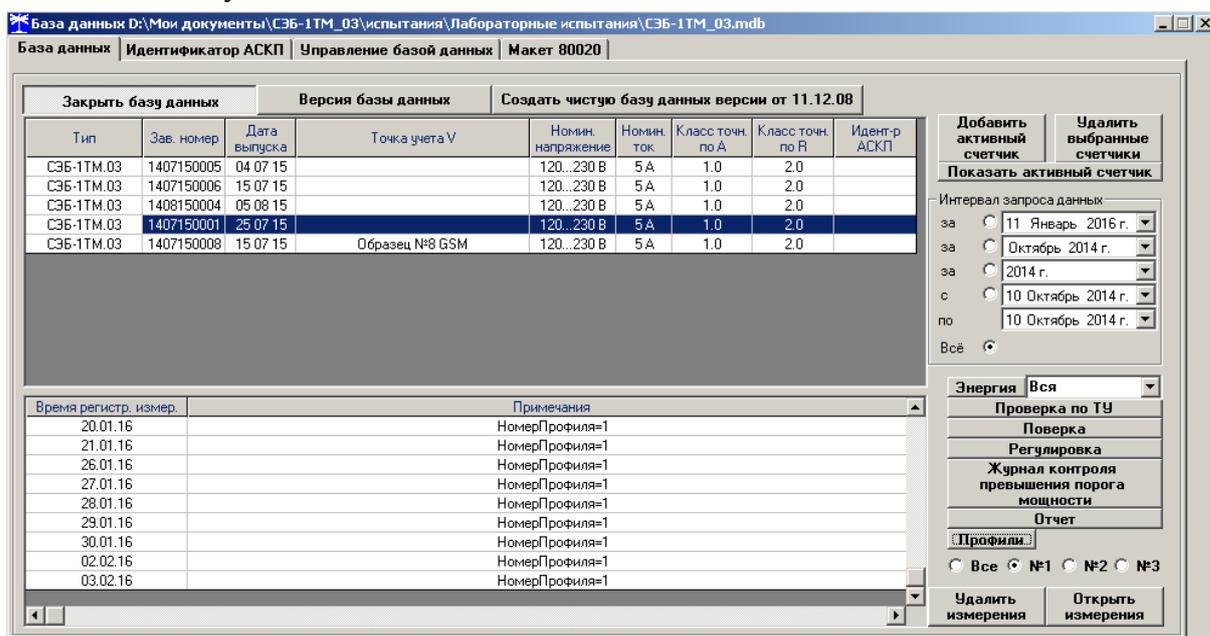

Рисунок 18 – Форма «База данных»
14.14 Для визуализации сохраненного в базе данных 1-го (базового) массива профиля мощности нужно нажать кнопку «Открыть базу данных» и, по запросу конфигуриатора, указать путь к требуемой базе. В окне формы появится список счётчиков, параметры которых сохранялись в базе. Выделить интересующий счётчик из перечня, установить флаг «Все», «Профиль мощности №1» и нажать кнопку «Профили». При этом будет производиться чтение всех записей базы, относящихся к выделенному счётчику, а в окне «Время регистрации измерения» будет отображаться список дней сохранения информации в базе (рисунок 18). Выделить интересующий день или группу дней левой кнопкой манипулятора «мышь» и нажать кнопку «Открыть измерения». При этом откроется форма «Профиль мощности», в которой отображается информация, прочитанная из базы, аналогично описанному в п.п. 14.7 - 14.9.